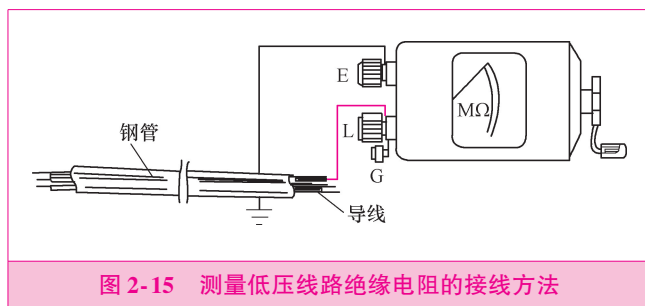

图 2-15 测量低压线路绝缘电阻的接线方法
2) **测量低压线路的绝缘电阻**时，将 E 接地线，L 接到被测线路上，如图 2-15 所示。